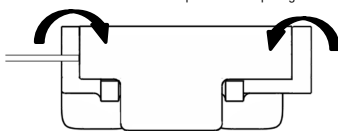

Figure 5. Bloc fermé pour terminer la connexion
4. Fermer le bloc de connexion à l'aide des poignées à bride pour fixer l'électrode dans le bloc. Voir Figure 5. À aucun moment les contacts d'extrémité ne doivent être exposés ou non protégés.